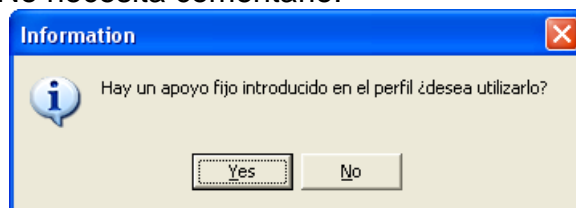

Figura 11.34.
- Figura 11.34: No necesita comentario.